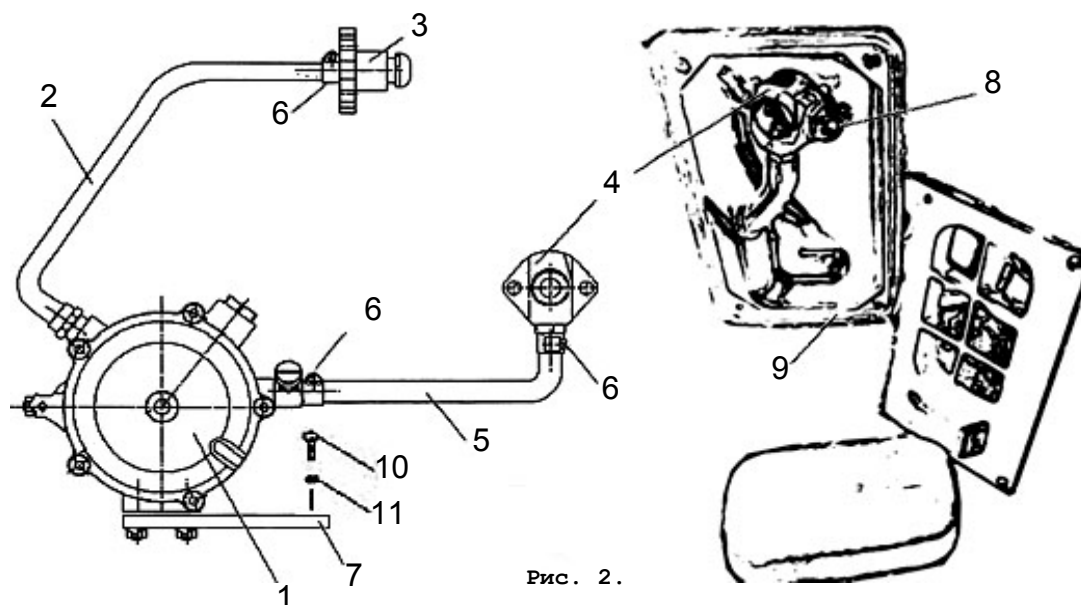

Рис. 2.
1. В качестве топлива используется бензин марки АИ-92, а также бытовой сжиженный баллонный газ: пропан и пропан бутан, в случае установки газовой системы питания (поз. 24 рис. 1), см. также рис. 2;
2. Газовый шланг высокого давления (поз.2 рис.2) укомплектован штуцером (поз.3 рис.2) для подключения к бытовому газовому баллону с резьбой: M22×1.5 LH. Допускается
3. При использовании бензина перевести рычаг управления воздушной заслонкой (поз.8 рис.1) в крайнее левое положение при пуске холодного двигателя и в промежуточное положение при пуске прогретого двигателя. При использовании газа нажать на несколько секунд кнопку в центре регулятора (поз.1 рис. 2) для заполнения впускной трубы газом, затем отпустить кнопку.